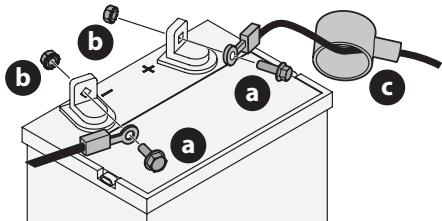

Figure 13
- Le cas échéant, retirez le cache en plastique de la borne positive de la batterie. Branchez le connecteur rouge sur la borne positive de la batterie (+) à l'aide du boulon (a) et de l'écrou hexagonal (b). (Figure 13).
- Déposez la protection en caoutchouc rouge (c) sur la borne positive de la batterie pour la protéger contre la corrosion (Figure 13).
- Le cas échéant, retirez le cache en plastique de la borne négative de la batterie, puis branchez le câble noir la borne négative de la batterie (-) à l'aide du boulon (a) et de l'écrou hexagonal (b) (Figure 13).